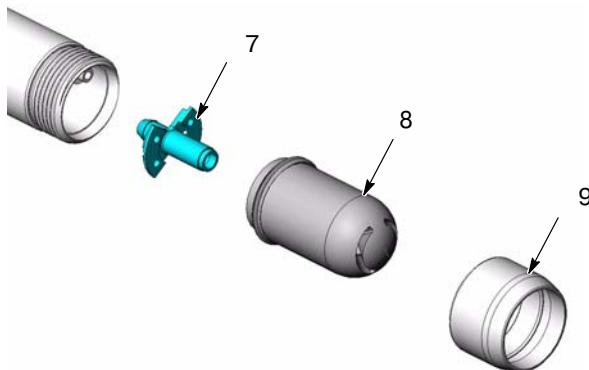
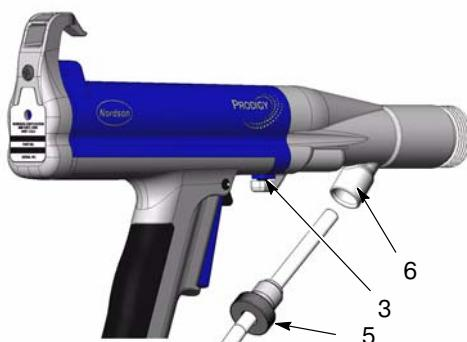

Рис. 14 Снятие форсунки и переходника шланга.
Рис. 20 Ослабление установочного винта переходника
2. См. рис. 14. Отвернуть и снять узел накидной гайки (9) и форсунки (8) с распылителя.
3. Вынуть переходник (7) из порошкового шланга.
- См. рис. 14. Отвернуть форсунку (8) и накидную гайку (9) с распылителя.
- Вынуть переходник (7) из порошкового шланга.
- См. рис. 20. Вывернуть фиксирующую втулку (5) и вынуть порошковый шланг из переходника (6) распылителя.
- Ослабить установочный винт (3) в нижней части переходника распылителя.
- См. рис. 14. Установить порошковую трубку в распылитель, выполнив операции 4-8 процедуры Установка на стр. 5.
8. См. рис. 14. Установить порошковую трубку в распылитель, выполнив операции 4-8 процедуры *Установка* на стр. 5.